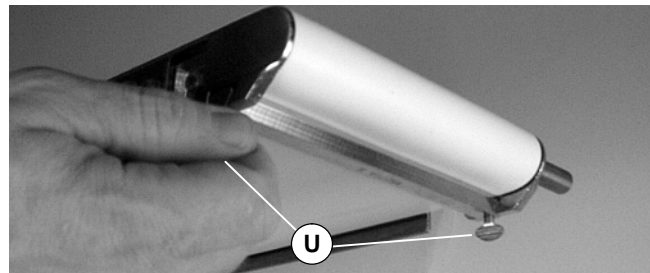

Abbildung 18
1. Bei einem Flachbandförderer den/die unteren Abstreifer entfernen und zur Seite legen (U siehe Abbildung 18).
- Bei einem Flachbandförderer den/die unteren Abstreifer installieren (U siehe Abbildung 18). Flügelschrauben im Rahmen zentrieren und festziehen.
- Die Klemmplatten Schrauben (S) mit 10,4 Nm festziehen.